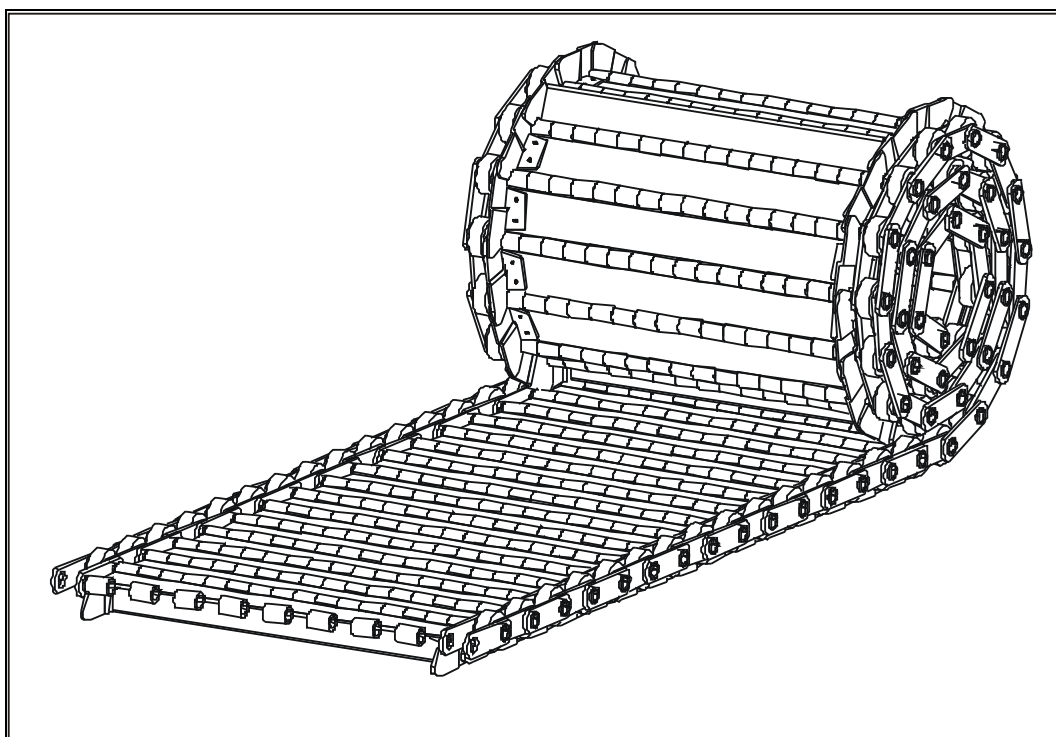

рис.15
- а) Новую или отремонтированную транспортную ленту натяните на пол рабочей поверхностью вниз (лента лежит на посторонних бортиках). Или можно отматывать ленту из рулона, который смотан таким образом, что рабочая поверхность находится снаружи рулона (рис.15).